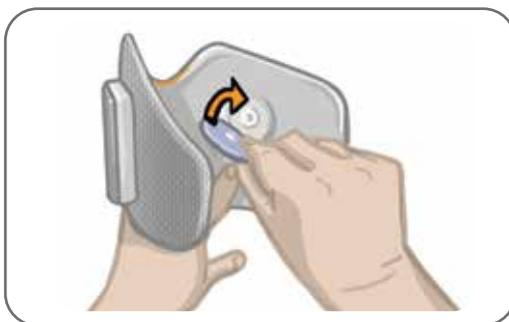

Figura 8-5: Fixação dos eletrodos de pano
6. Fixe os eletrodos de pano redondos às bases dos eletrodos. Veja a Figura 8-5. Para os usuários do manguito regular da parte inferior da perna, assegure-se de que as coberturas de encaixe do manguito estejam no lugar.